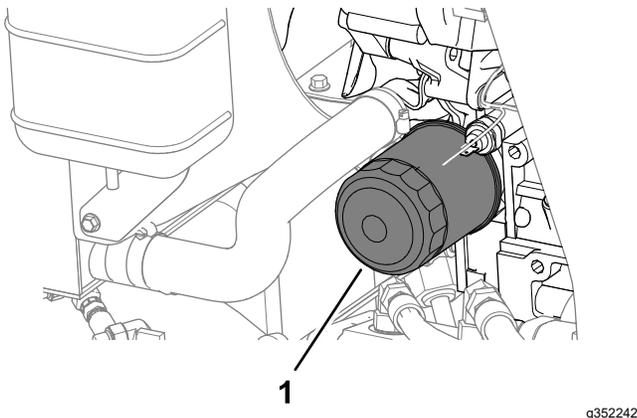

Figure 71
4. Déposez le filtre à huile (Figure 71).